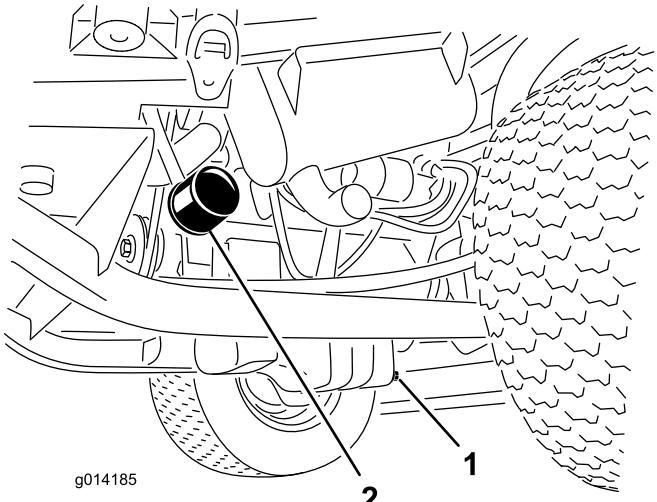

Рисунок 45
- Снимите масляный фильтр (Рисунок 45).
- Снимите сливную пробку (Рисунок 45) и дайте маслу стечь в сливной поддон.